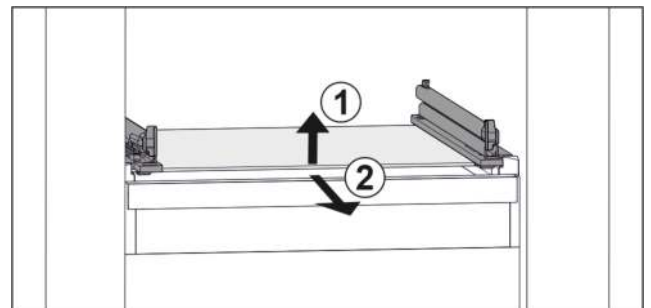

Fig. 80 Beispielhafte Darstellung der Glasplatte
- Glasplatte vorne anheben. Fig. 80 (1)
- Glasplatte nach vorne entnehmen. Fig. 80 (2)